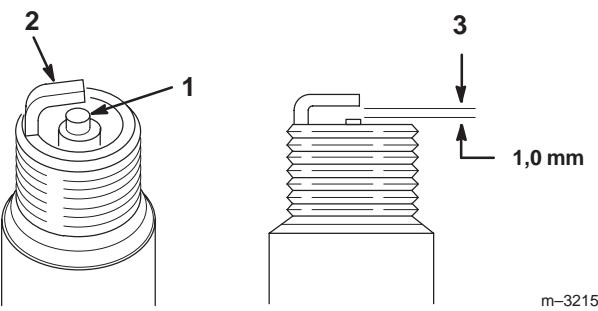

Bild 46
1. Sehen Sie sich die Mitte der Zündkerze(n) an (Bild 46). Wenn der Kerzenstein hellbraun oder grau ist, ist der Motor richtig eingestellt. Eine schwarze Schicht am Kerzenstein weist normalerweise auf einen schmutzigen Luftfilter hin.
2. Prüfen Sie den Abstand zwischen den mittleren und seitlichen Elektroden (Bild 46). Verbiegen Sie die seitliche Elektrode (Bild 46), wenn der Abstand nicht stimmt.